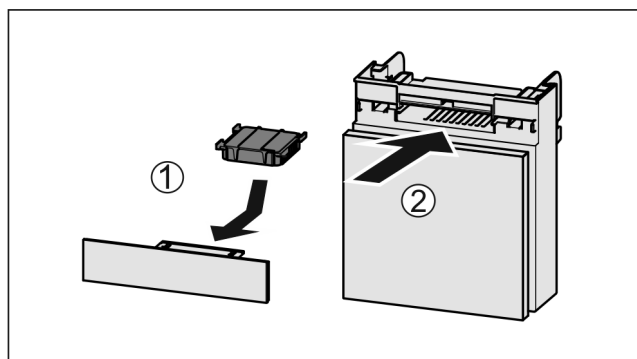

Fig. 36
- Insérer le filtre à charbon actif d'après le schéma Fig. 36 (1).
- Insérer le compartiment Fig. 36 (2).